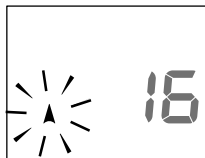

Рис.13
3. Начнется быстрое нагнетание воздуха в манжету. При этом замигает символ «» и выводимый на дисплей значение будет увеличиваться (рис.13).